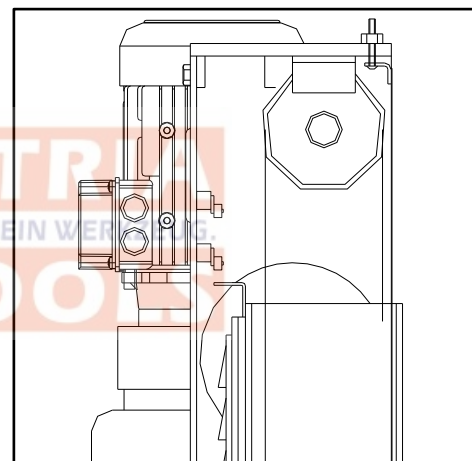

Bild 13
- ◆ Wenn die Hebebühne die maximale Höhe erreicht, stoppt der obere Endschalter automatisch die Bühne, siehe Bild13.
- ◆ Überschreitet das bewegliche Teil seinen Verfahrweg, befinden sich im oberen Teil des Bedienbereiches zwei in Reihe geschaltete Endschalter, die in der Regel durch den „Aktor“ (Bild 13) am Führungsschlitten in Funktion gesetzt werden. Wenn der erste Endschalter nicht auslöst, würde der zweite nach 3 Sekunden Verfahrweg auslösen.